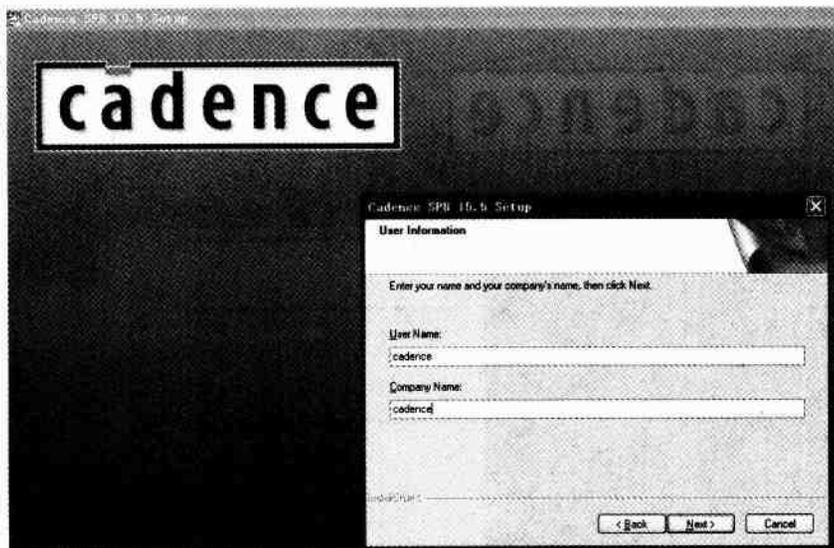

图 1-6 设置用户名
3) 按照如图 1-6 所示的提示输入用户名，单击“Next”按钮，继续安装。